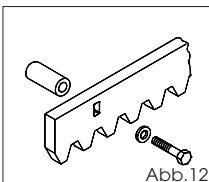

Abb. 12
**5.4.2. Zahnstange aus Stahl zum Anschrauben (Abb. 12)**